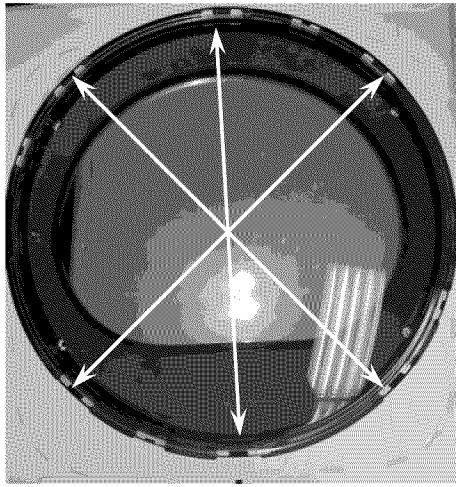

Figure 8
9. Dégagez plusieurs pattes de blocage et tirez doucement la lentille hors de l'anneau de transition (figure 8).